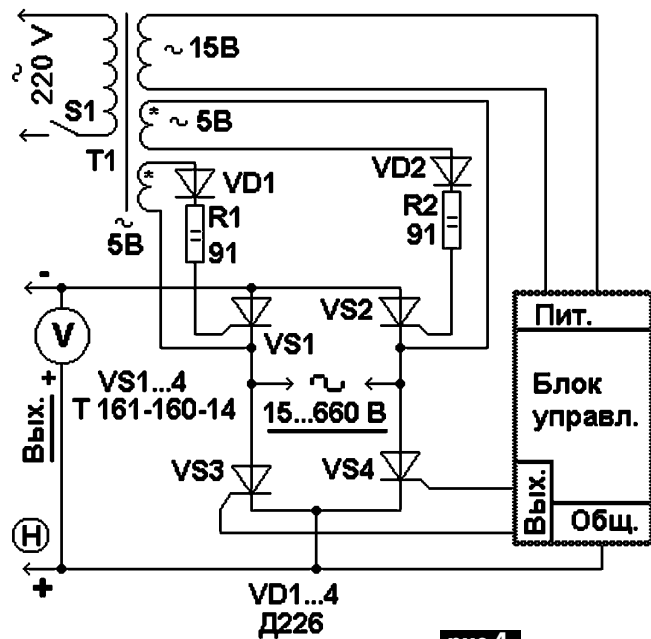

рис.4
Эффективно использовать тиристорный мост для регулирования тока в широком диапазоне питающих напряжений позволяет схема, показанная на рис.4.
Усилитель на транзисторах VT2 и VT3 "повторяет" логические сигналы - точка "G". Осциллограммы в этой точке повторяют F1 и F2, но величина напряжения достигает 20 В. Через разделительные диоды VD4, VD5 и ограничительные резисторы R9 R10 импульсы тока воздействуют на управляющие электроды тиристоров VS3 VS4 (рис.4). Один из тириستоров открывается, и на выход блока проходит импульс выпрямленного напряжения. Меньшему значению сопротивления R4 соответствует большая часть полупериода синусоиды
- Н1, большему - меньшая часть полупериода синусоиды - Н2 (рис.4). В конце полупериода ток прекращается, и все тиристоры закрываются.